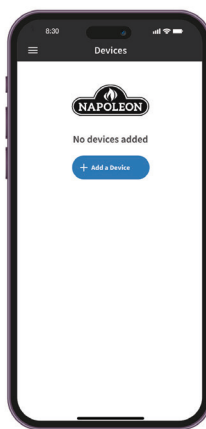

Fig. 6
5. Selecteer **Apparaat toevoegen**. (Fig. 6)